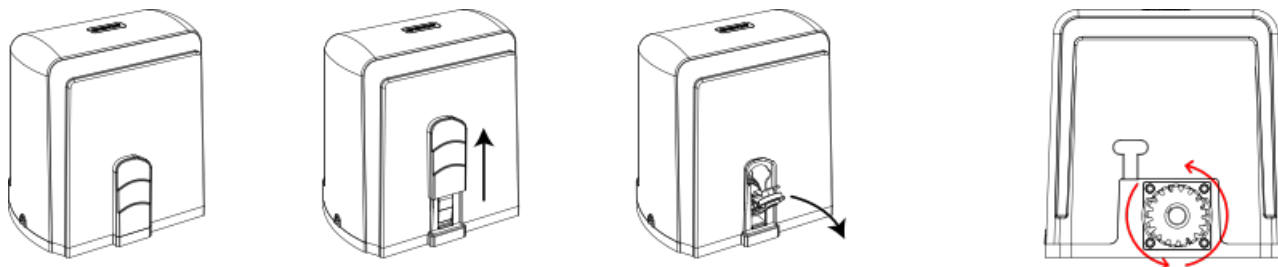

Рисунок 6
- Вставьте ключ и откройте ручной расцепитель, чтобы двигатель мог перейти в ручной режим, и проверьте, что шестерня двигателя свободно вращается вручную (Рисунок 6).